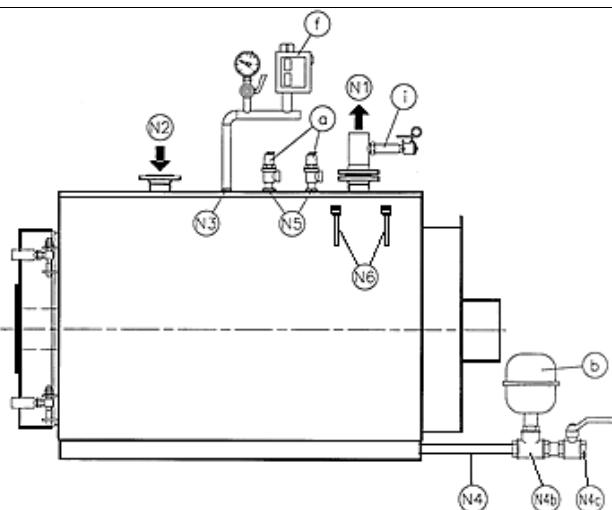

Рис. 4
2.2.2 Водогрейная тепловая установка с закрытым расширительным баком (Мощность топki > 300.000 ккал/ч - давление 5 бар (Рис. 4))